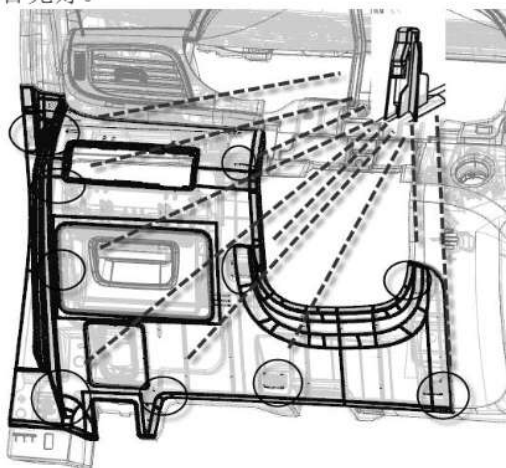

图 1-10 仪表板左下护板安装结构示意图
(1) 手指伸入左下护板背面的左上侧和右上侧，同时用力往外拉出图 1-10 所示左上角和右上角处地卡脚；
(2) 从上到下依次拔出左侧剩余的卡脚和右侧剩余的卡脚。
(3) 所有卡脚脱开后，将左下护板拉出一段距离，拔掉线束接插件。
(1) 确保 10 个塑料卡扣安装在相应位置（详见图 1-10）；
(2) 产品沿水平方向靠近仪表板上本体，接上线束接插件；
(3) 将产品各卡脚对准仪表板上本体安装孔，轻拍各装配处至装配牢靠，外观配合完好。